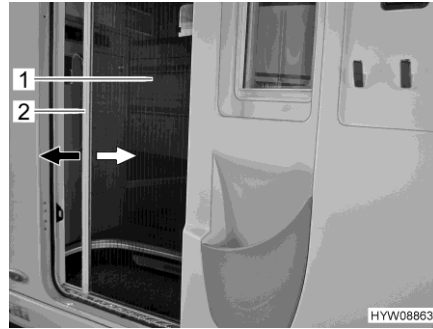

Fig. 59 Protezione contro gli insetti (porta del vano abitabile)
- Afferrare la barra di presa (Fig. 59,2) con entrambe le mani ed estrarre con movimento uniforme la protezione contro gli insetti (Fig. 59,1) dall'alloggiamento della porta.
- Afferrare la barra di presa (Fig. 59,2) con entrambe le mani e spingere la protezione contro gli insetti (Fig. 59,1) nell'alloggiamento della porta esercitando una leggera pressione.